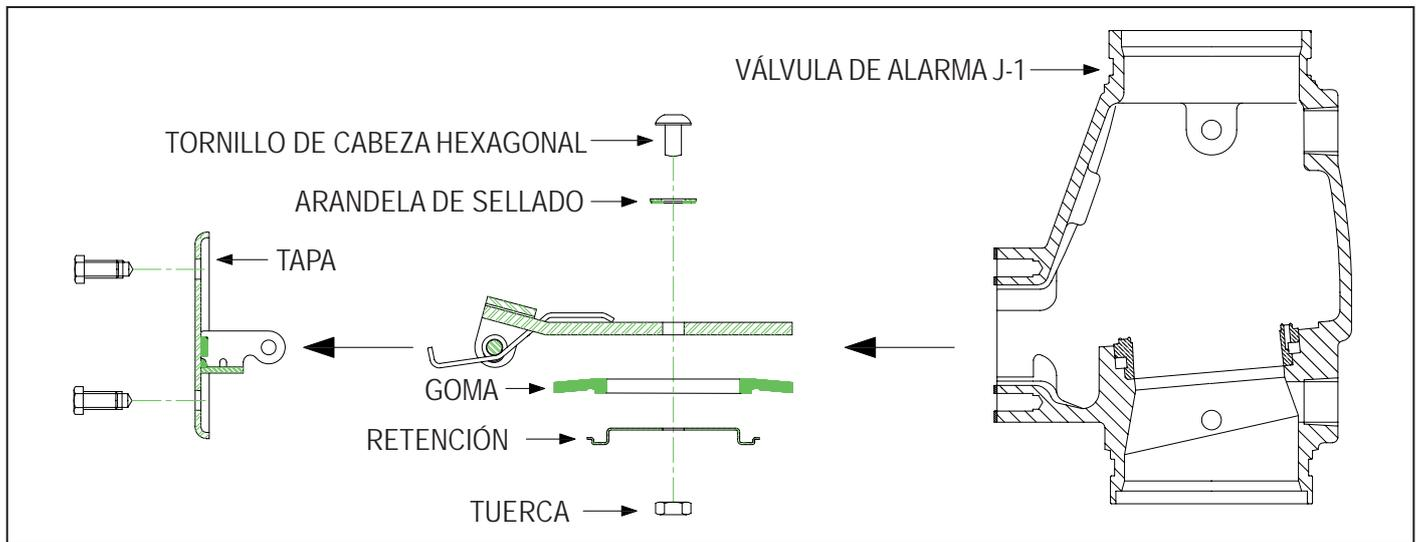

Figura 51
2. Quitar la goma de la clapeta (Figura 51):